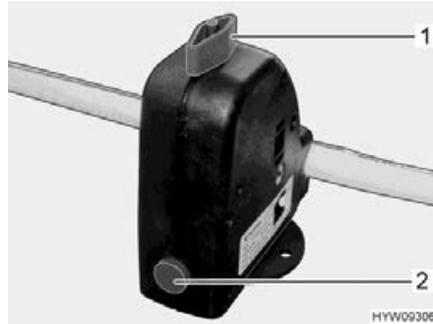

Bild 208 Sicherheits-/Ablassventil
Der Boiler ist mit einem Sicherheits-/Ablassventil (Bild 208) ausgestattet. Das Sicherheits-/Ablassventil verhindert, dass das Wasser im Boiler einfriert, wenn bei Frost die Heizung nicht eingeschaltet ist.
- Sicherheits-/Ablassventil schließen. Dazu den Drehknopf (Bild 208,1) quer zum Sicherheits-/Ablassventil drehen und den Druckknopf (Bild 208,2) hineindrücken.
- Sicherheits-/Ablassventil öffnen. Dazu den Drehknopf (Bild 208,1) längs zum Sicherheits-/Ablassventil drehen. Der Druckknopf (Bild 208,2) springt heraus. Der Boiler wird über das Sicherheits-/Ablassventil nach außen entleert.